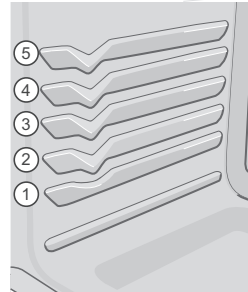

Figure 11 : Positions des grilles
- Pour obtenir de meilleurs résultats lorsque vous utilisez deux grilles pour la cuisson de gâteaux, placez ces dernières aux positions 2 et 4 (voir figure 11).
- Pour obtenir de meilleurs résultats lorsque vous utilisez deux grilles pour la cuisson de biscuits, placez ces dernières aux positions 2 et 5 (voir figure 11).